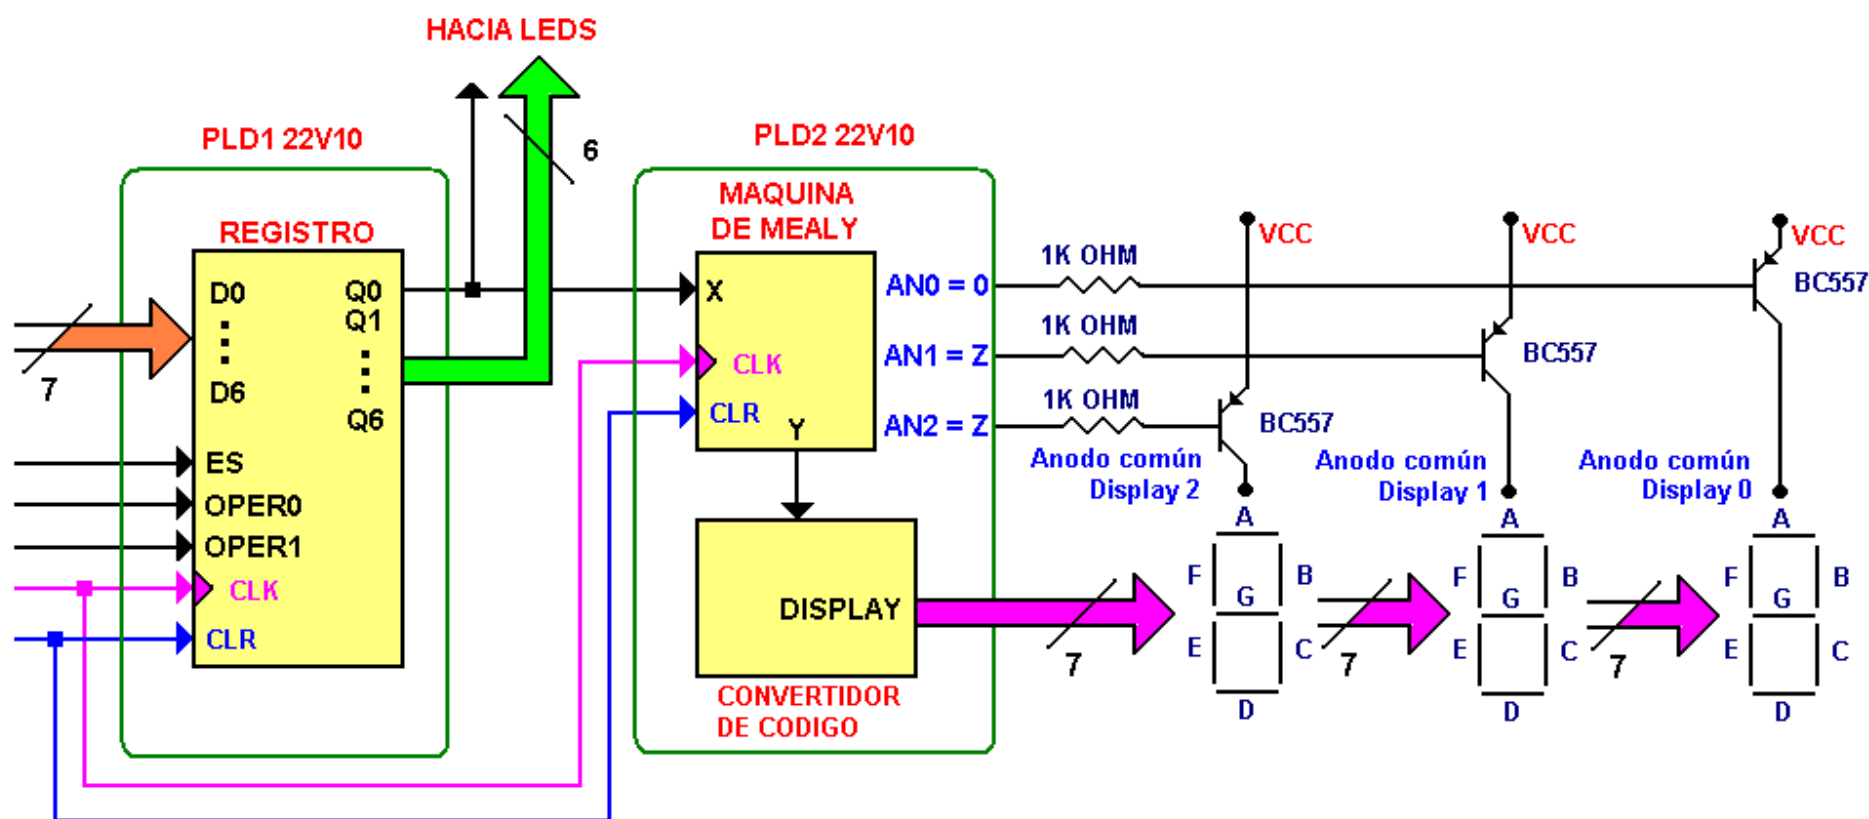

Ilustración 2 Microarquitectura del diseño a realizar.
2. Realizar un programa en HDL que permita implementar las ecuaciones obtenidas del diseño y el diagrama a bloques que se muestra en la ilustración 2